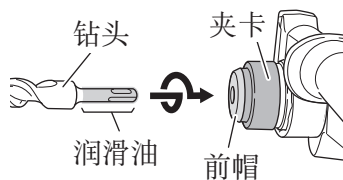

图 9
- (1) 清洁后，在钻头的柄部涂抹润滑油或机油。
- (2) 安装钻头（SDS-plus 长柄）时，请将其插入至孔的最底部，如图 9 所示。